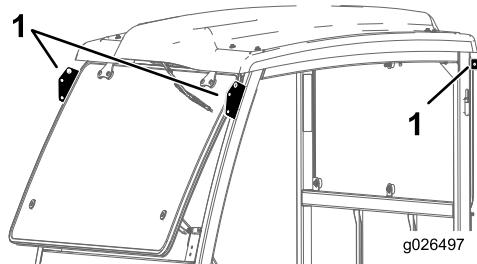

图4
1. 利用提升点将驾驶室机架提起，然后将其放在机器上 (图4)。